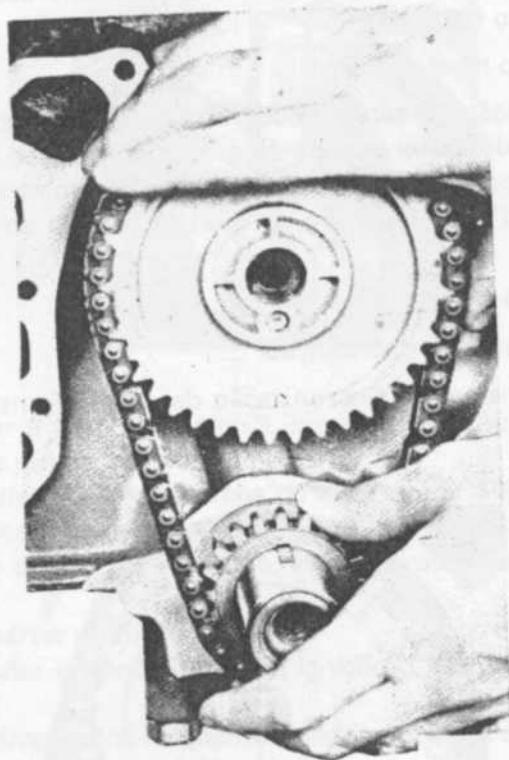

fig. 24
- Retirar o parafuso da engrenagem da árvore de comando das válvulas, arruelas e o excêntrico da bomba da gasolina. Deslizar ambas as engrenagens e a corrente para fora, simultaneamente, retirando-as em conjunto (fig. 24).
- Colocar as engrenagens e a corrente da distribuição na árvore de comando das válvulas e árvore de manivelas, simultaneamente (fig. 24). Verificar se as marcas de sincronização estão posicionadas, conforme mostra a fig. 23